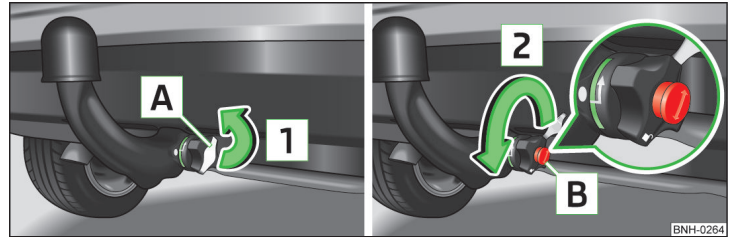

Abb. 106 Schlosskappe abnehmen / Schloss entriegeln
- › Die Kappe **A** vom Handradschloss in Pfeilrichtung **1** » Abb. 106 abnehmen.